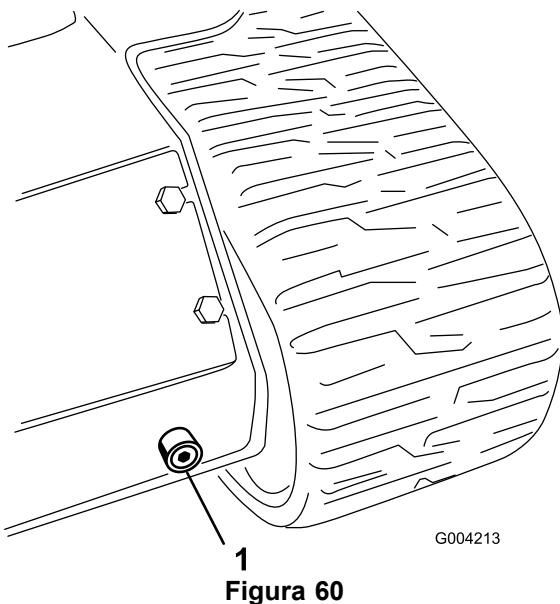

Figura 60
6. Collocare una bacinella di spurgo grande (capacità 56,8 litri) sotto il tappo di spurgo, nella parte anteriore del trattore (Figura 60).
7. Togliere il tappo di spurgo e lasciare defluire l'olio nella bacinella (Figura 60).